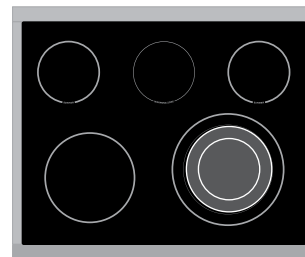

Figure 2 - Cuisson sur les deux parties internes*
2. Enfoncez et tournez le bouton de commande vers la droite pour faire chauffer tous les parties de l'élément (inscrit "Triple" - voir figure 1). Si vous voulez utiliser seulement que les deux parties internes, tournez le bouton à la position "dual" (voir figure 2). Si vous voulez utiliser que la petite partie interne, tournez le bouton à la position "inner" (voir figure 2).